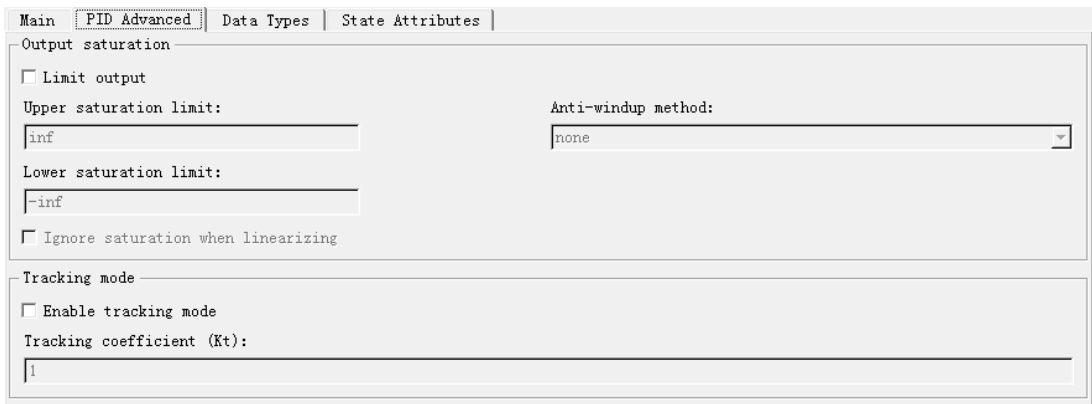

图 2.2.65 PID Advanced 页面
- PID Advanced 页面中可以对控制器做一些高级设置，比如输出饱和和限制，抗积分饱和和特性，追踪模式等。如图 2.2.65 所示：